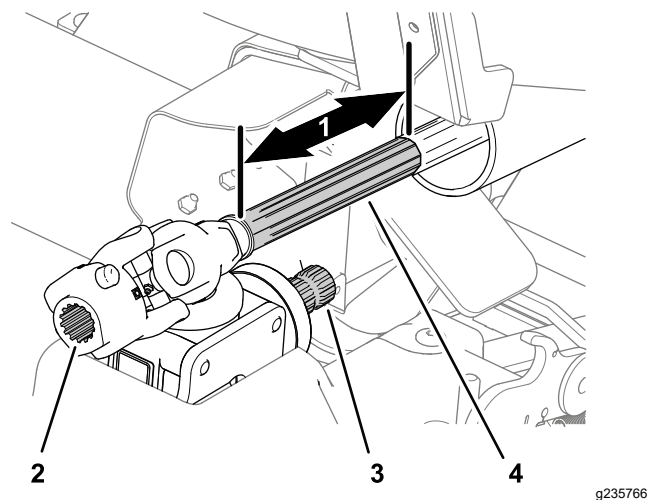

Figura 54
3. Limpie las acanaladuras del eje de la caja de engranajes y las del árbol de transmisión (Figura 54).
4. Limpie la superficie deslizante del árbol de transmisión delantero (Figura 54).
5. Aplique compuesto antigripante a las acanaladuras del eje de la caja de engranajes y al acoplamiento de la articulación en U (Figura 54).
6. Aplique compuesto antigripante a la superficie deslizante del árbol de transmisión delantero (Figura 54).
2. Tire de la mitad delantera del árbol de transmisión (Figura 54) hacia delante unos 25 cm.